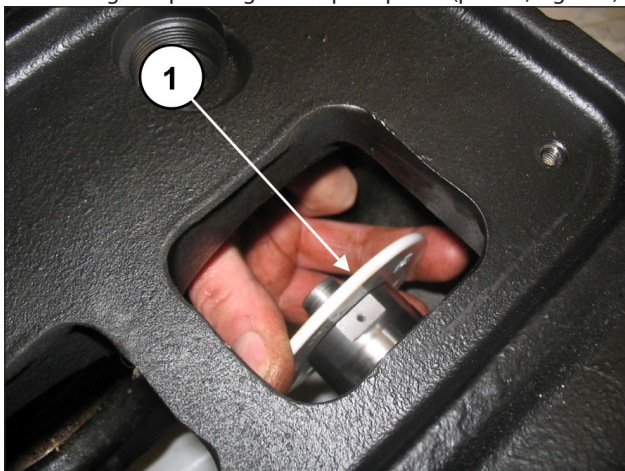

Fig. 156
Sfilare dai guida pistoni gli anelli paraspruzzi (pos. ①, Fig. 156).